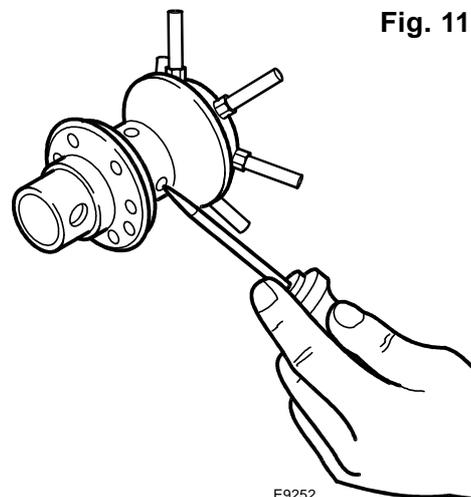

Fig. 11
- Vérifier régulièrement si les trous du distributeur du gaz ne sont pas bouchés. Il faut si c'est le cas les nettoyer avec un outil approprié comme indiqué sur la figure 11.